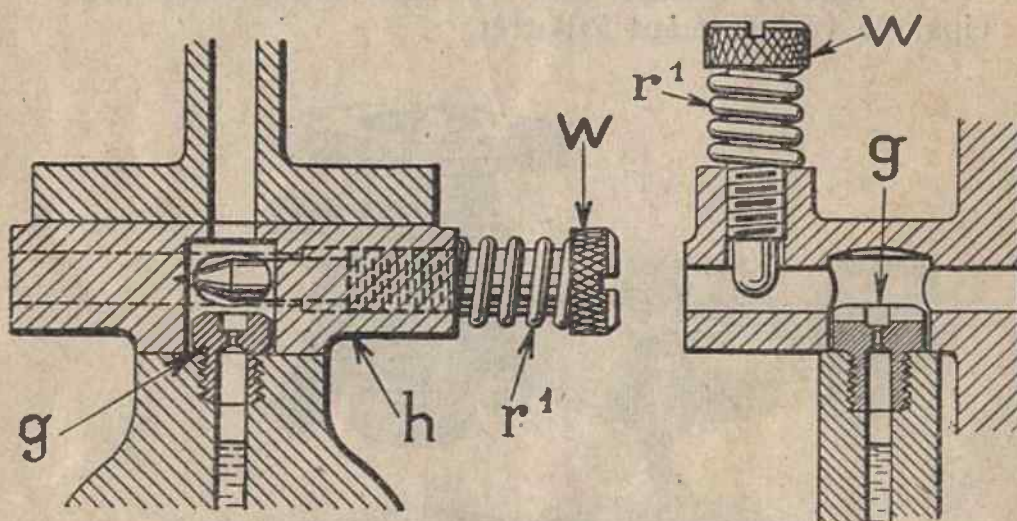

Fig. 14. — Carburateur FV.
Le SOLEX type F comporte en outre une vis de réglage d'air (W) fig. 14 et 15 qui est destinée à parfaire le réglage du ralenti.
Les carburateurs type F sont munis, en outre, d'une vis de réglage d'air de ralenti W (fig. 14 et 15) permet-